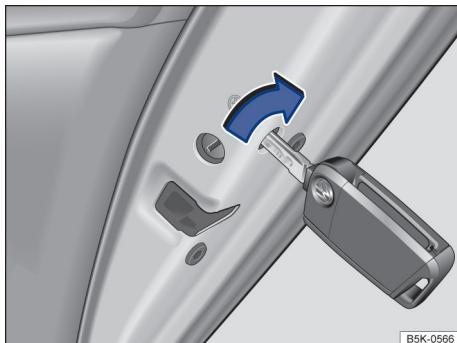

Fig. 61 Na parte dianteira da porta traseira direita: travamento de emergência do veículo com a chave do veículo.
- Remover a vedação de borracha **❶** da parte dianteira da porta.
- Inserir a haste da chave ou a chave de emergência na fenda vertical e girar → **Fig. 61**.